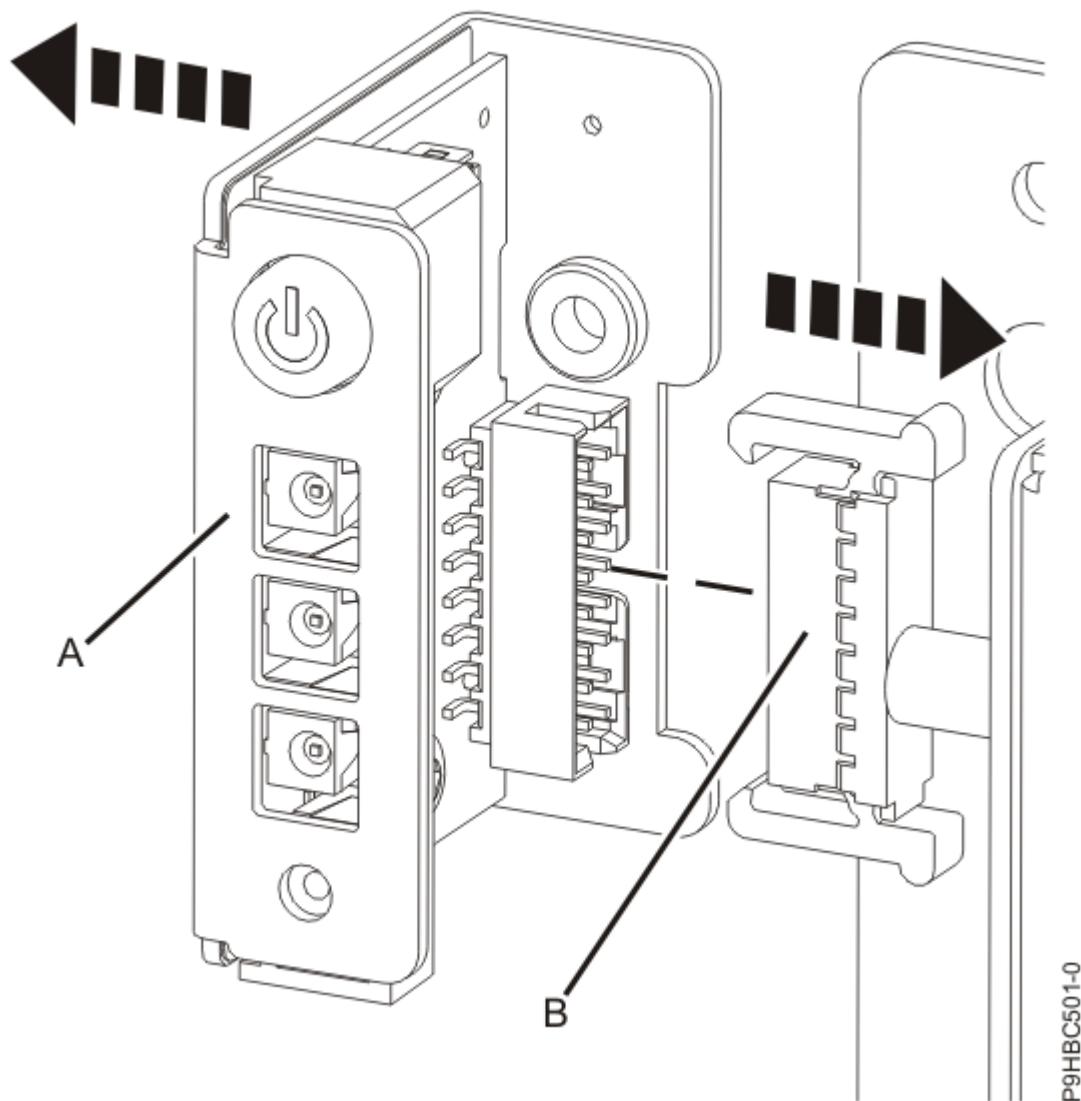

図 10. ケーブルからのコントロール・パネルの切り離し
3. コントロール・パネル **(A)** をケーブル **(B)** から切り離します (12 ページの図 10 を参照)。